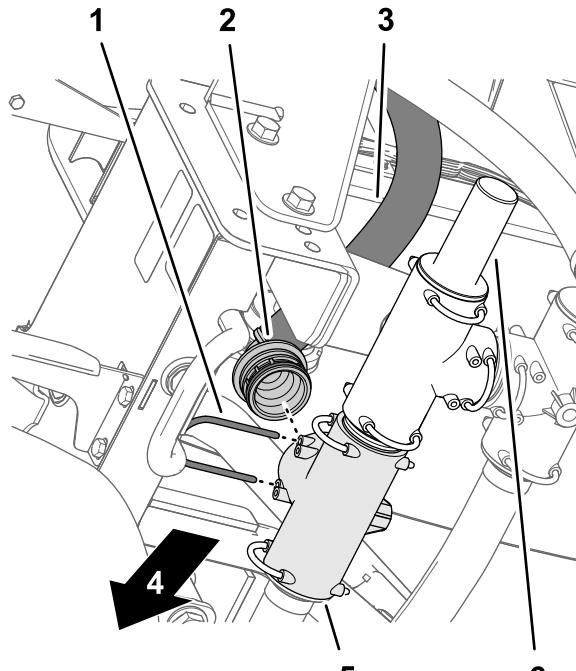

图75
4. 将打药车供水软管的 90° 宝塔接头装入左前 T 形接头 图75。